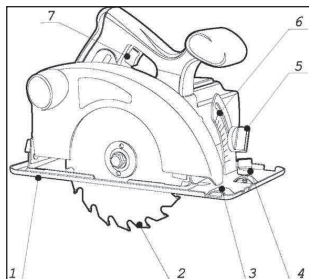

Рис. 1
Общий вид циркулярной пилы электрической представлен на *Рис. 1*.
Данная модель пилы дисковой, оборудована блокировкой включения, для включения необходимо нажать кнопку (3) (*Рис. 1*) и только после этого с помощью выключателя (7) (*Рис. 1*) осуществить пуск машины.
Для выполнения пропила под углом к поверхности корпус пилы необходимо установить под углом к основанию пилы (1) (*Рис.1*). Угол наклона контролировать по шкале (6). Фиксация наклонного